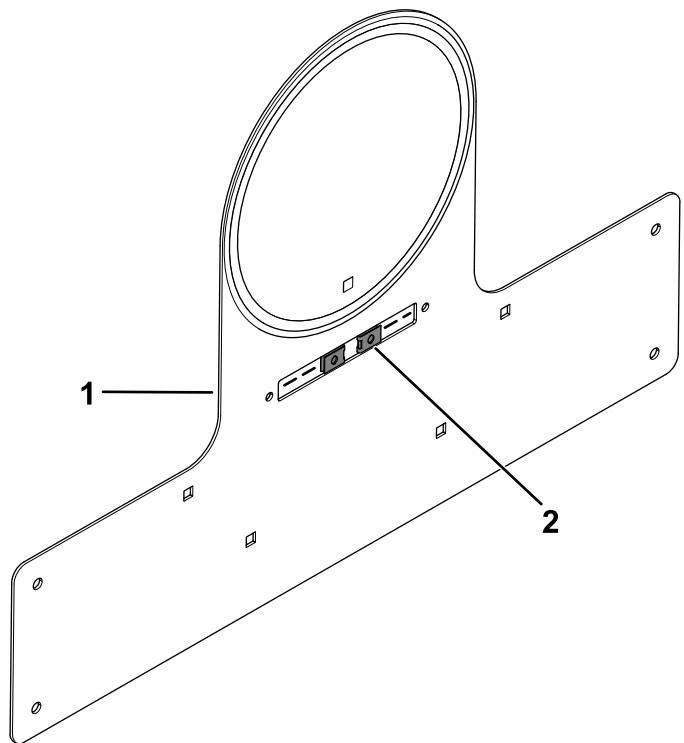

**Figura 25**
5. Coloque la pegatina de limitación de velocidad adecuada en el bastidor de placa de velocidad (Figura 25).